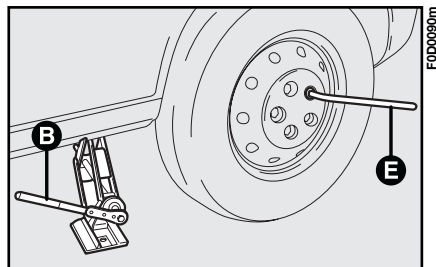

fig. 6
6) Svitare completamente con la chiave **E**-fig. 6 i 5 bulloni ed estrarre la ruota.